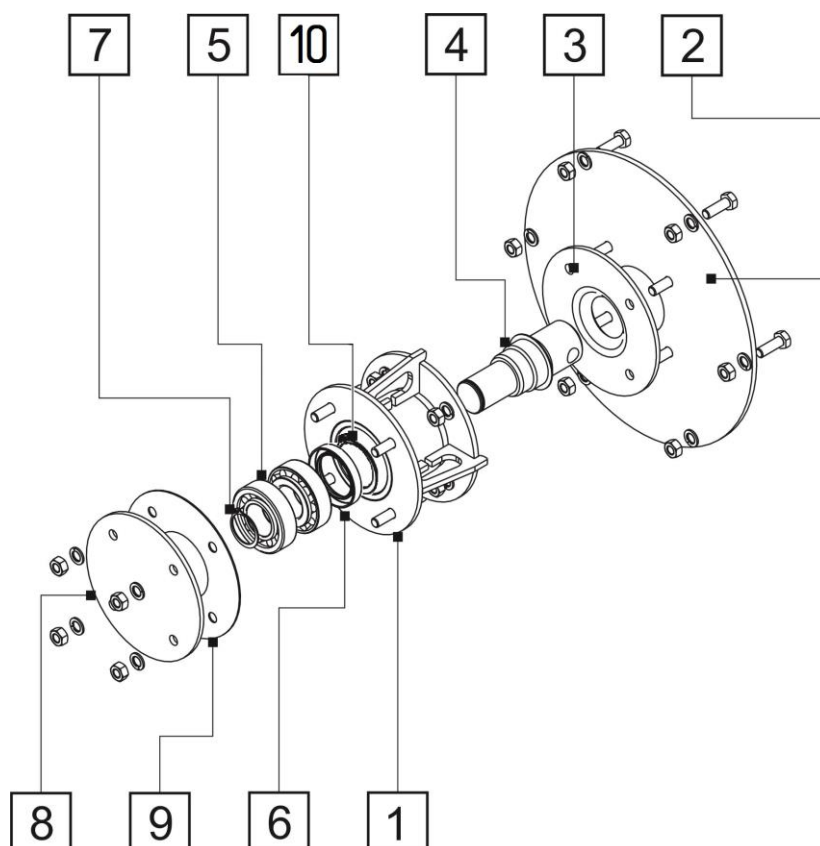

Рис. 6 Консоль
Консоль (Рис. 6) состоит из корпуса (1), фланца (2), резинового уплотнения (3), полуоси (4), двух подшипников (5) (количество подшипников может отличаться в зависимости от конструкции консоли), манжеты (6), стопорного кольца (7), крышки (8), прокладки (9), стопорного кольца (10*).